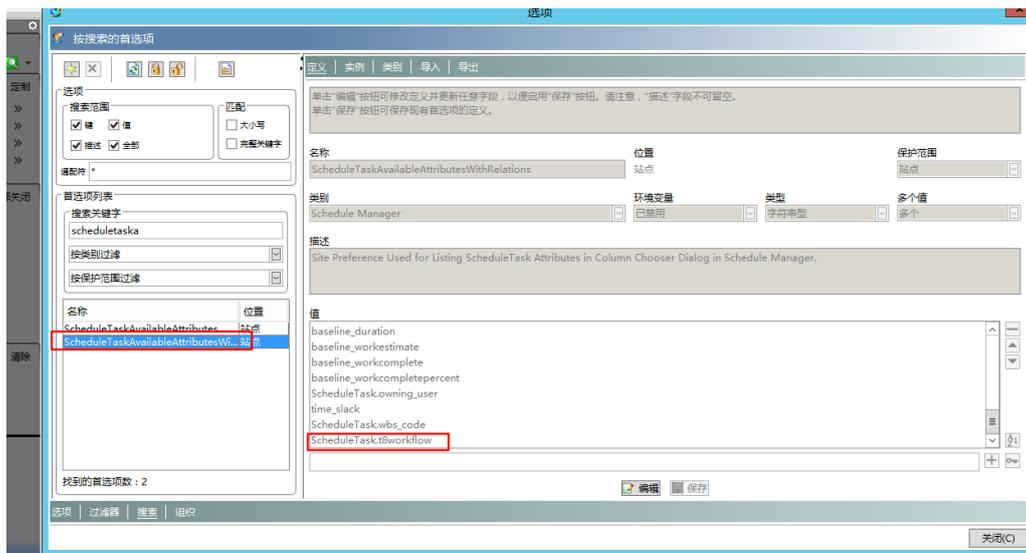
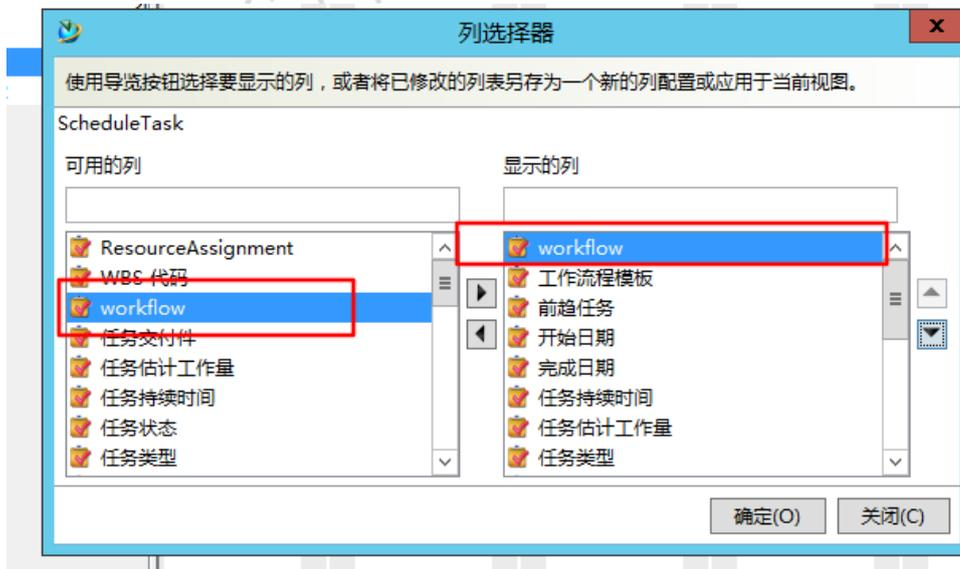

图 4
图 5
4.通过配置首选项 ScheduleTaskAvailableAttributesWithRelations 将此属性显示在时间表管理器的列选择器的可用列中，如图 4 和图 5